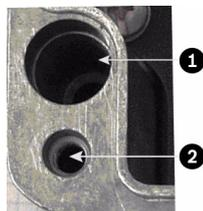

Figura 2.3 Vista SUPERIOR detalhada de orifícios para parafusos para montar a caixa, orifícios para parafusos para a tampa da caixa
2. Localize os quatro (4) orifícios de fixação da caixa da fonte de alimentação. (A *Figura 2.3* mostra um dos orifícios.) Consulte as localizações dos orifícios no diagrama de dimensões no anexo. As dimensões apresentadas referem-se apenas aos orifícios de fixação. Os outros 4 orifícios apresentados destinam-se a fixar a tampa, sendo apenas de referência.
3. Faça quatro (4) orifícios na superfície de montagem para os ganchos de montagem apropriados para parafusos M6 (não incluídos).
4. Desaperte os quatro (4) parafusos Phillips prisioneiros de cabeça cruzada na parte superior da tampa da caixa da fonte de alimentação (item 2, *Figura 2.3*). Levante a tampa e pouse-a virada ao contrário ao lado da caixa.
5. Para fixar a caixa à superfície de montagem deve utilizar quatro (4) parafusos e anilhas de aço inoxidável M6 (não incluídos) que encaixem nos orifícios grandes da caixa, como apresentado na *Figura 2.3*.